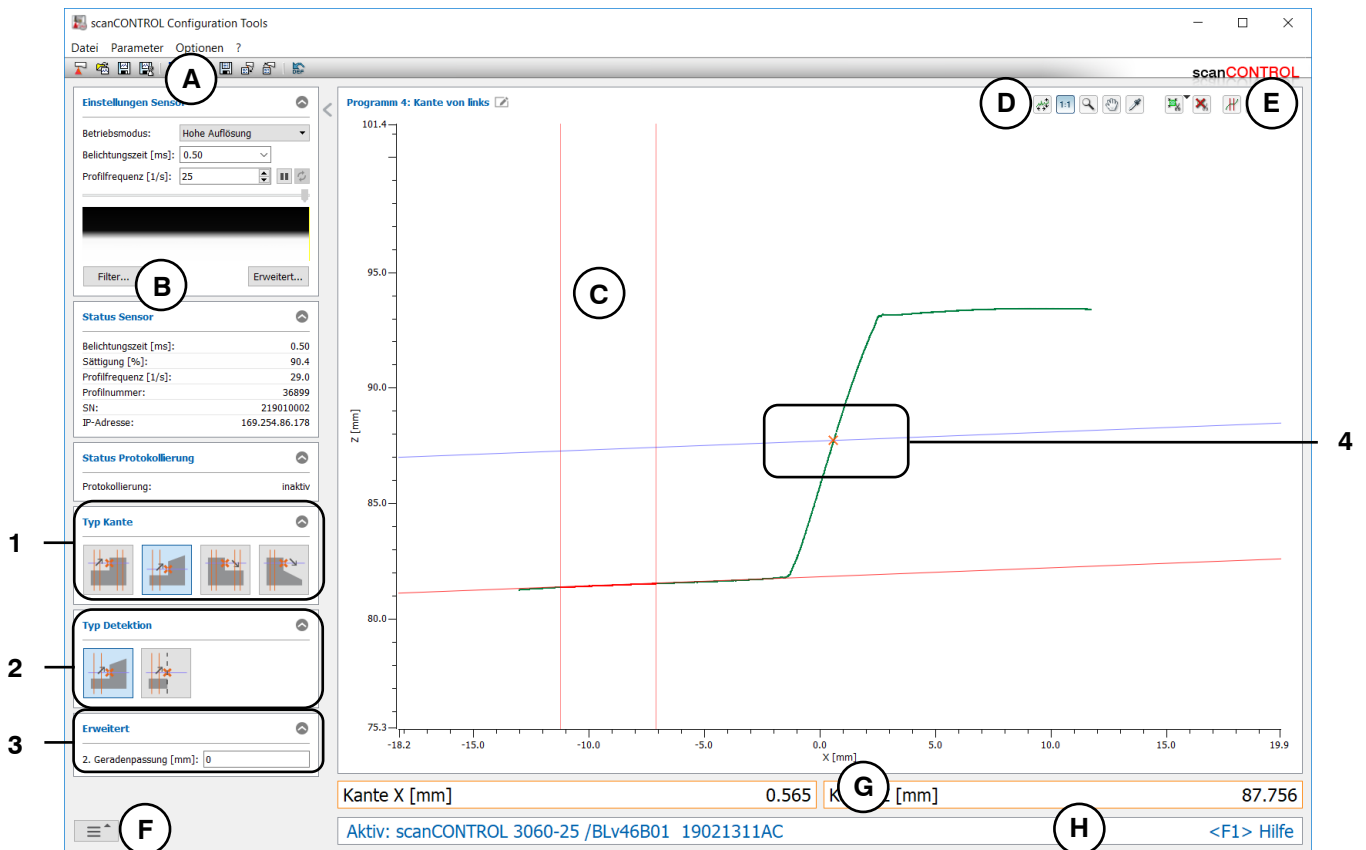

Abb. 4.18: Messprogramm „Kante von links“
- Definieren Sie den Typ der Kante (siehe Abb. 4.18 und Kap. 3.13.1):
- Definieren Sie den Typ der Detektion (siehe Abb. 4.18 und Kap. 3.13.1):